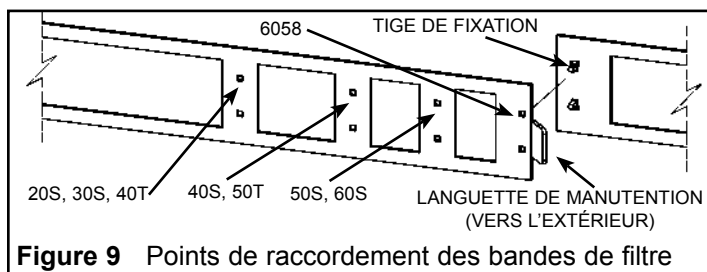

Figure 9 Points de raccordement des bandes de filtre
1. Unissez les deux bandes du filtre au point de raccordement approprié (voir Figure 9) afin de former une longue bande continue.